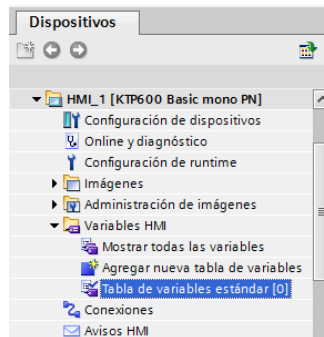

Figura 136: Tabla de variables estándar.
12. Después en Dispositivos ir a Variables del HMI e ingresar a “Tabla de variables estándar” Figura 136.
En la siguiente ventana “Tabla de variables estándar” Figura 136 realizar los siguientes cambios: